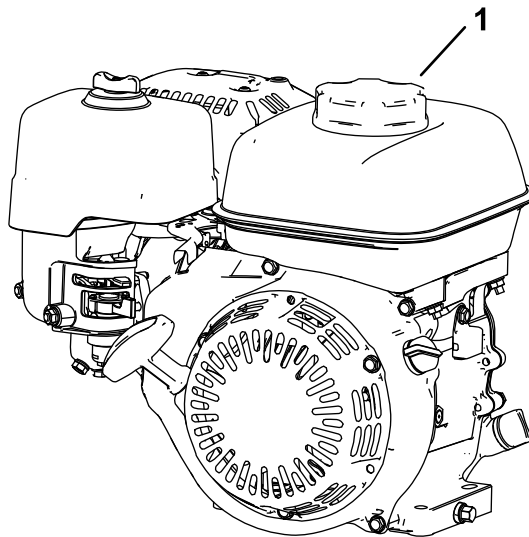

Рисунок 17
1. Очистите область вокруг крышки топливного бака и снимите крышку (**Рисунок 17**). Заполните топливный бак до низа отверстия заливной горловины бака; см. *Руководство оператора* для вашего двигателя.